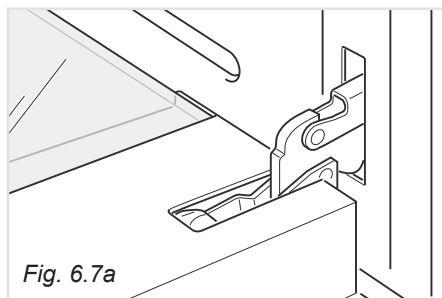

Fig. 6.7a
- Aprire completamente la porta del forno (fig. 6.7a).